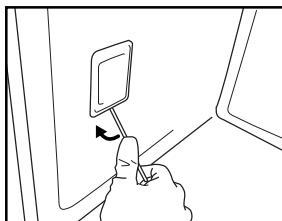

Fig. 8
3. Fare leva con un cacciavite per rimuovere il coprilampada (Fig. 8).